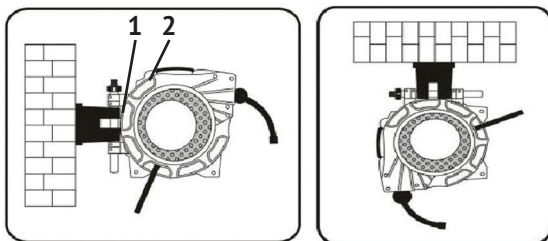
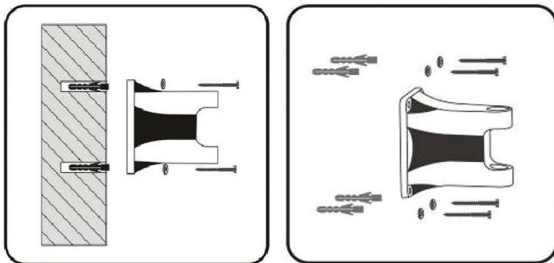

рис.2
рис.3
- выбрать место (стена, продольная или поперечная балка, потолок) (рис.2), как можно ближе к системе водоподдачи, для крепления кронштейна (рис.2 поз.1);
- вынуть поворотную ось (рис.2 поз.2), закрепить 4-мя болтами (входят в комплект поставки) кронштейн в выбранном месте (рис.3);